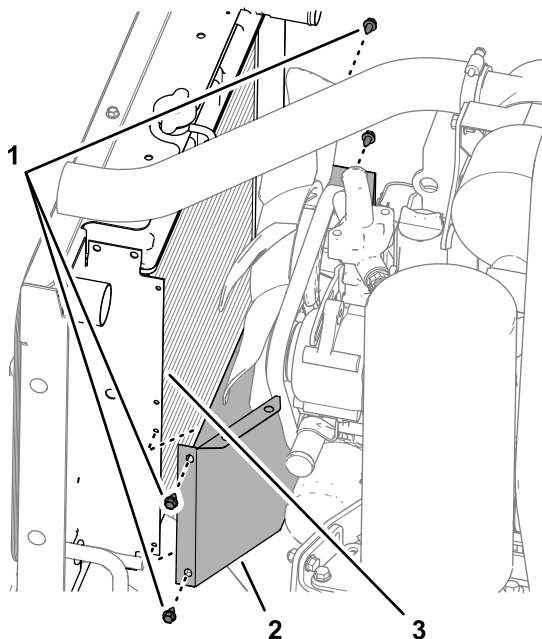

Рисунок 19
2. Выверните 4 винта с фланцем ($\frac{1}{4} \times \frac{1}{2}$ дюйма), которые крепят нижний кожух вентилятора к фланцу радиатора, и снимите кожух с машины (**Рисунок 19**).